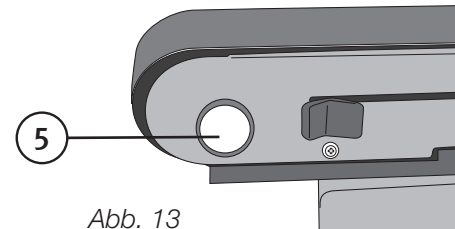

Abb. 13
3.6 Ausrichtung des Schleifbandes (Abb. 13)